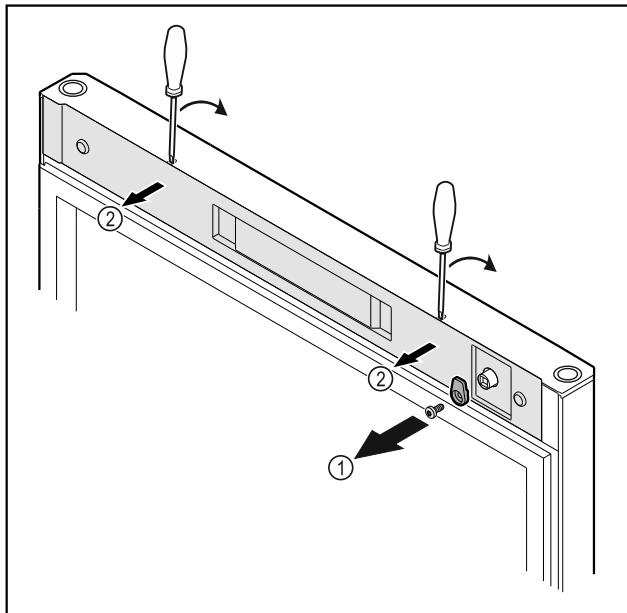

Fig. 14
- Odskrutkujte zatvárací hák Fig. 14 (1).
- Odistite kryt Fig. 14 (1) malým skrutkovačom a odoberte ho.